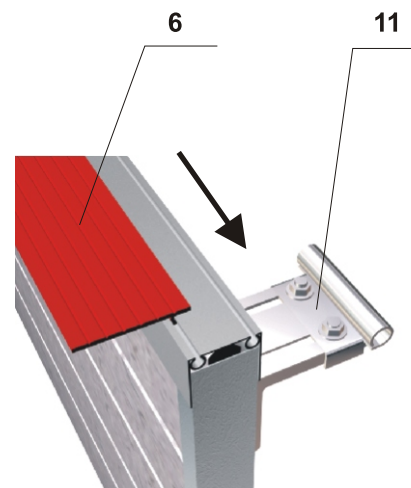

Рис. 5.9. Установка верхнего уплотнения
После установки верхних регулируемых опор с держателями роликов выполняют установку верхнего уплотнения (6). Для этого верхнюю панель устанавливают алюминиевым профилем вверх. Затем вставляют верхнее уплотнение в дальний от опоры ролика паз и протягивают вдоль всей ширины ворот. Удобнее это выполнять вдвоем. Один монтажник протягивает, а другой направляет уплотнение. Верхнее уплотнение устанавливается ровно по длине ворот и выступающие остатки срезают ножом (как правило, верхнее уплотнение поставляется на 100 мм длиннее панели). Схема установки верхнего уплотнения приведена на рис.5.9.